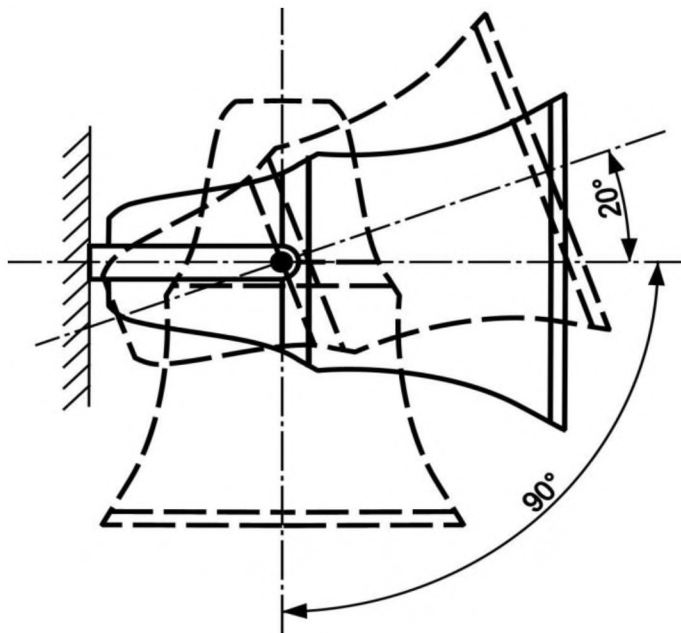

Рис. 3
7.1. Громкоговоритель должен устанавливаться в наиболее удобном эксплуатационном положении. Необходимый наклон громкоговорителя производится на месте установки электромонтажной организацией. Максимальный угол поворота громкоговорителя относительно горизонтальной оси: вниз – 90°, вверх – 20° (Рис. 3).